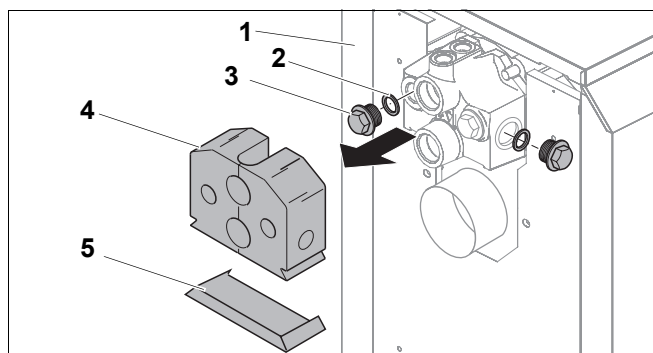

Рис. 4 Демонтаж деталей на соединительном участке
- Снять теплоизоляцию (рис. 4, **поз. 4**) и защитную крышку (рис. 4, **поз. 5**) с соединительного элемента (см. инструкцию по монтажу отопительного котла).
- Установить обшивку (рис. 4, **поз. 1**) согласно указаниям в инструкции по монтажу котла.
- Удалить заглушку (рис. 4, **поз. 3**) и уплотнение (рис. 4, **поз. 2**) с соединительного элемента.